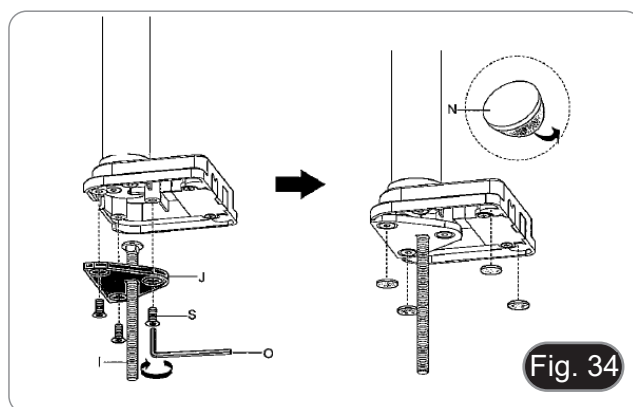

Fig. 34
3. Introducir el tornillo (I) en la placa de fijación (J).
4. Apretar la placa de fijación con los tres tornillos (S). (Fig. 34)
5. Fijar las patas de goma (N) al soporte de la mesa.